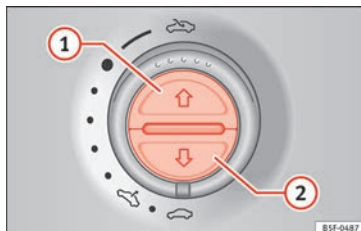

Fig. 141 Nel rivestimento interno del tetto: tasti della tendina parasole.
Aprire completamente (funzione automatica)	Premere brevemente il tasto » fig. 141 ① .
- *Tendina parasole:* Per i 5 secondi seguenti dopo l'attivazione del limitatore di forza, premere il tasto » **fig. 141**  finché la tendina non sarà completamente chiusa.